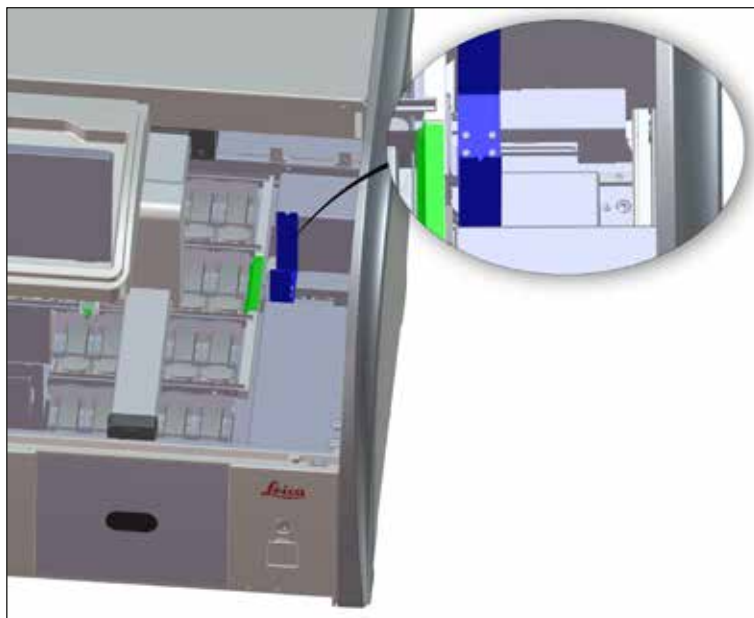

Bild 96
- Kontrollera överföringsstationen (→ "Bild 96") regelbundet för att se om det finns kvarvarande reagenser i den.